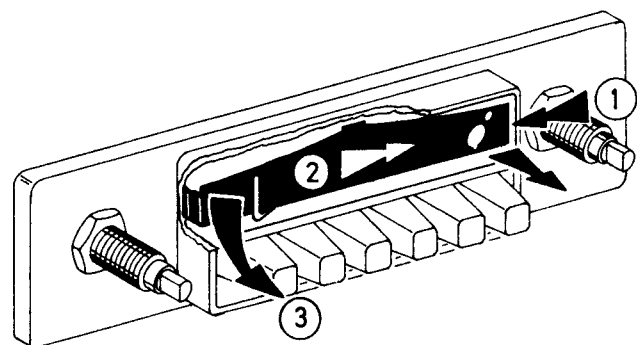

Fig. 3
- 3.2 Reflektor ausrasten ①, etwas nach rechts ziehen ② und abnehmen ③ ohne den Skalenzeiger zu beschädigen, Fig. 3.
- 3.2 Disengage reflector ①, pull slightly clockwise ② and remove without damaging the dial pointer ③, fig. 3.
5.2 Reflektor ausrasten ①, etwas nach rechts ziehen ② und abnehmen ③ ohne den Skalenzeiger zu beschädigen, Fig. 3.
5.2 Unlock reflector ①, slightly pull it clockwise ②, and remove it ③ without damaging the dial pointer, fig. 3.